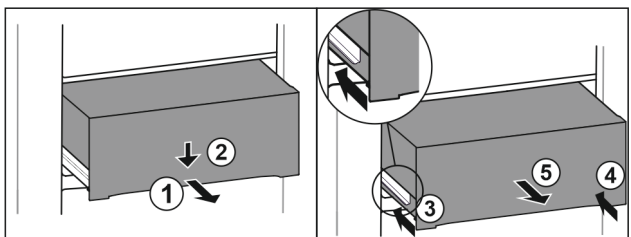

Fig. 80
- ▶ Dra ut utdragslåda till hälften. Fig. 80 (1)
- ▶ Tryck utdragslådan på framsidan nedåt. Fig. 80 (2)
- ▶ Skjut in vänster skena ca 2 cm. Fig. 80 (3)
- ▶ Skjut in höger skena ca 2 cm. Fig. 80 (4)
- ▶ Ta ut utdragslåda genom att dra den framåt. Fig. 80 (5)